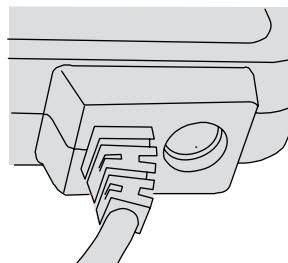

Figure 2 Port d'entrée c.c. déconnecté
- 6 Port d'entrée c.c. connecté. Voir également Figure 2.